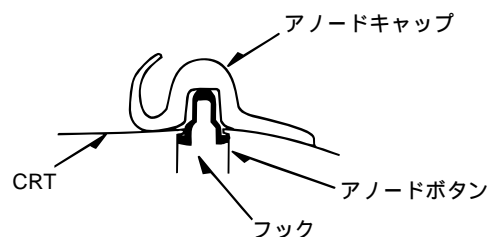

Fig. 2-2
- (4) アノードキャップをめくる。(Fig 2-2参照)